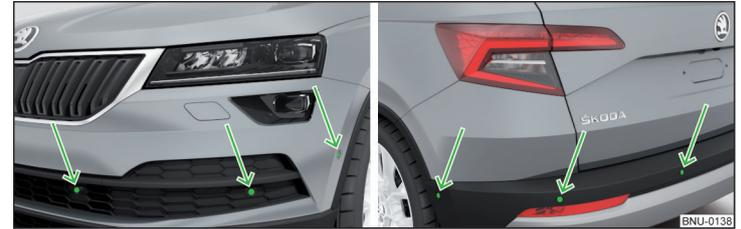

Abb. 252 Verbauort der Sensoren auf der linken Fahrzeugseite: vorn / hinten
- Die Systemsensoren » **Abb. 252** auf Seite 225 sauber, schnee- sowie eisfrei halten und mit keinerlei Gegenständen abdecken, anderenfalls kann die Systemfunktion eingeschränkt sein.
Das System berechnet mithilfe von Ultraschallwellen den Abstand zwischen dem Stoßfänger und einem Hindernis. Die Ultraschallsensoren befinden sich je nach Fahrzeugausstattung im hinteren bzw. auch im vorderen Stoßfänger » **Abb. 252**.